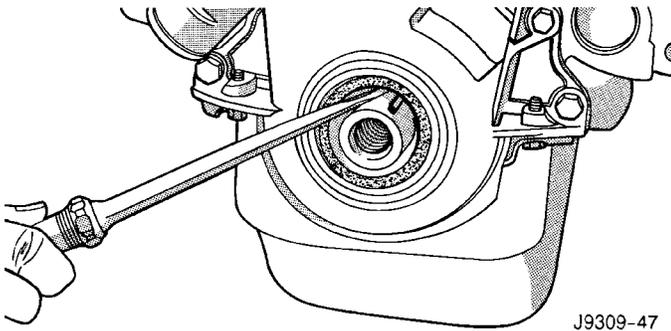

Fig. 22 Desmontaje de la junta de aceite delantera del cigüeñal
- (1) Desconecte el cable negativo de la batería.
- (2) Drene el sistema de refrigeración (consulte el Grupo 7, Sistema de refrigeración).
- (3) Retire la correa en serpentina (consulte el Grupo 7, Sistema de refrigeración).
- (4) Retire la bomba de agua (consulte el Grupo 7, Sistema de refrigeración).
- (5) Retire la bomba de la dirección asistida (consulte el Grupo 19, Dirección).
- (6) Retire el amortiguador de vibraciones.
- (7) Afloje los pernos del colector de aceite y retire el perno delantero de cada lado.
- (8) Retire los pernos de la cubierta.
- (9) Retire la cubierta y la junta de la caja de la cadena con mucha precaución para no averiar la junta del colector de aceite.
- (10) Coloque una herramienta apropiada detrás de los bordes de la junta de aceite para sacarla hacia afuera. Tenga cuidado de no averiar la superficie de la junta del cigüeñal de la cubierta (Fig. 22).